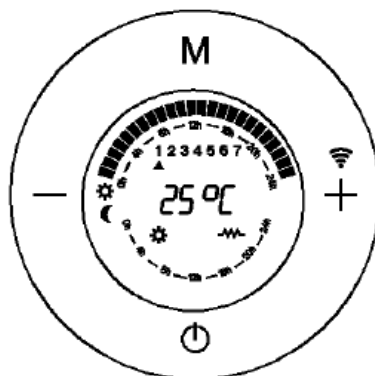

Fig. 29
**Lorsque le mode de programmation fonctionne (Fig. 29).**